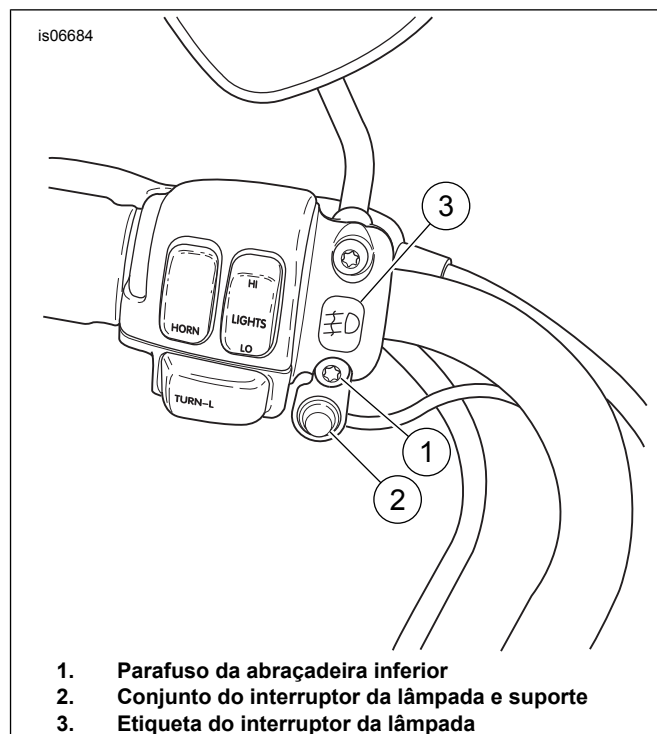

Figura 5. Instalação do interruptor da lâmpada (ano 1996 e posterior exibido)
17. Veja Figura 5. Remova o parafuso (1) e a arruela inferiores do prendedor do controle da embreagem e instale o conjunto do interruptor da lâmpada e suporte (2). Instale o parafuso e a arruela e aperte com torque de 7–9 N·m (60–80 in-lbs). **Para aplicações internacionais:** Coloque a etiqueta do interruptor do farol de neblina (3) no prendedor do controle da embreagem.